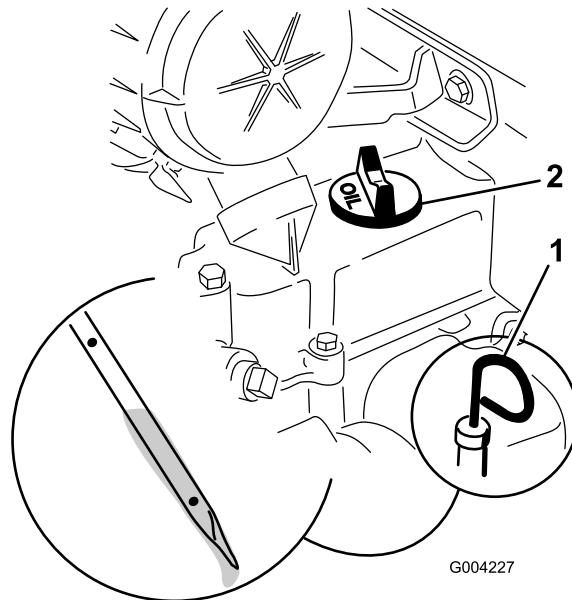

図 15
2. ディップスティックを抜ききれいなウェスで一度拭く(図 15)。
3. ディップスティックを、チューブの根元までもう一度しっかりと差し込む図 15。
4. ディップスティックをもう一度抜きとつてオイルの量を点検する図 15。
5. オイルの量が不足している場合は、補給口のキャップ図 15を取り、ディップスティックのFULLマークまで補給する。
6. ディップスティックをしっかりと差し込んで終了図 15